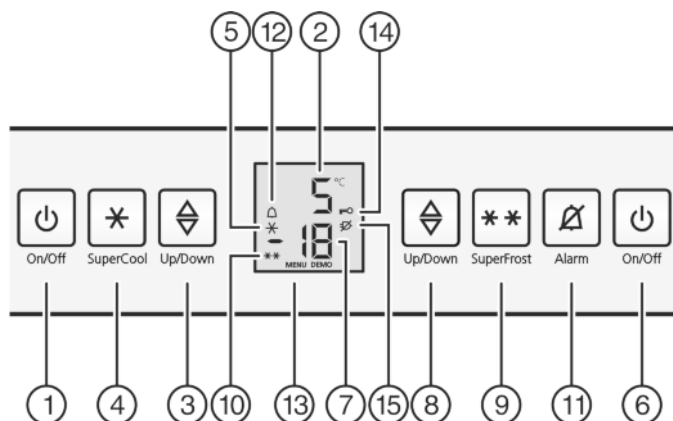

Fig. 2
- Нажмите кнопку On/Off морозильного отделения Fig. 2 (6).
- Нажмите кнопку On/Off холодильного отделения Fig. 2 (1).
- Активация режима настройки: Нажмите кнопку SuperFrost Fig. 2 (9) и удерживайте ее прим. 5 секунд.
- ▷ На индикаторе будет отображаться символ «Меню» Fig. 2 (13).
- ▶ Для подтверждения нажать и отпустить кнопку «SuperFrost» Fig. 2 (9).
- ▷ На индикаторе горит символ «Защита от детей» Fig. 2 (14).
- ▶ Нажмите и сразу отпустите кнопку On/Off морозильного отделения Fig. 2 (6).
- ▶ Активация режима настройки: Нажмите кнопку SuperFrost Fig. 2 (9) и удерживайте ее прим. 5 секунд.
- ▷ Символ «Защита от детей» Fig. 2 (14) гаснет.
- ▶ Нажмите кнопку Alarm Fig. 2 (11).
Одновременно мигает индикация температуры и символ тревоги Fig. 2 (12).
Звуковой сигнал выключается автоматически, символ аварийного сигнала Fig. 2 (12) выключается и индикатор температуры перестает мигать, если температура снова становится достаточно низкой.